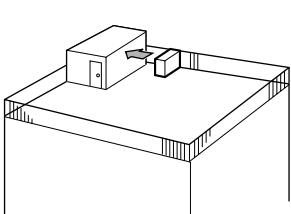

Fig. 3-2
- ① Direccione a saída de ar para a parede mais próxima a uma distância de cerca de 50 cm. (Fig. 3-2)